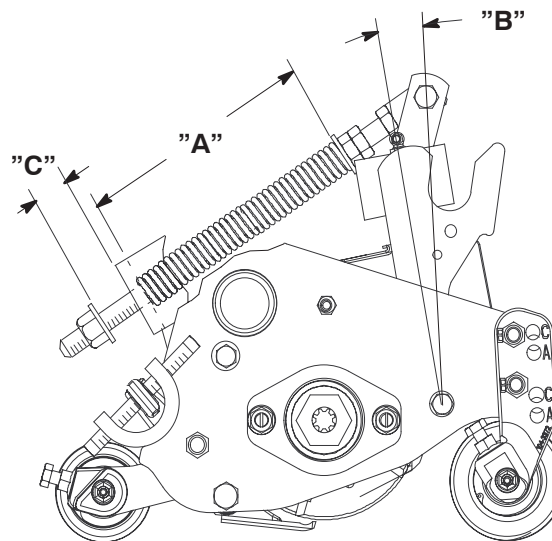

fig. 15
Gräsutjämningsfjäders (fig. 15), som förbinder bärramen med klippenheten, styr mängden tillgänglig framåt- och bakåtroteration för klippenheten.
1. Dra åt låsmuttern på baksidan av fjäderstången tills mellanrummet (C) mellan fjäderfästets bakre del och brickans främre del är **32 mm** (fig. 15).
2. Dra åt sexkantsmutterarna i fjäderstångens främre ände, tills fjäderns sammanpressade längd (A) är **159 mm** (fig. 15).
**Observera:** När den sammanpressade fjäderlängden (A) **minskar**, **ökar** viktöverföringen från den främre rullen till den bakre, och bärramens/klippenhetens roteringsvinkel (B) **minskar**.
**Observera:** När mellanrummet (C) mellan fjäderfästet och brickan **ökar**, så **minskar** klippenhetens avstånd till marken, och bärramens/klippenhetens rotationsvinkel (B) **ökar**.